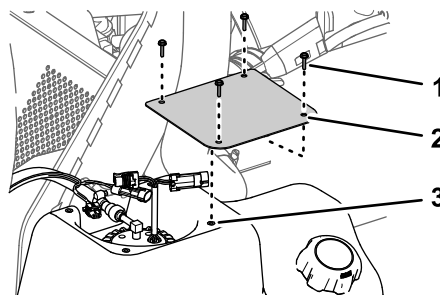

Bild 82
2. Entfernen Sie am Kraftstofftank die vier Schrauben (Nr. 10 x 3/4"), mit denen die Abdeckung oben am Kraftstofftank befestigt ist, und nehmen Sie die Abdeckung ab (Bild 82).